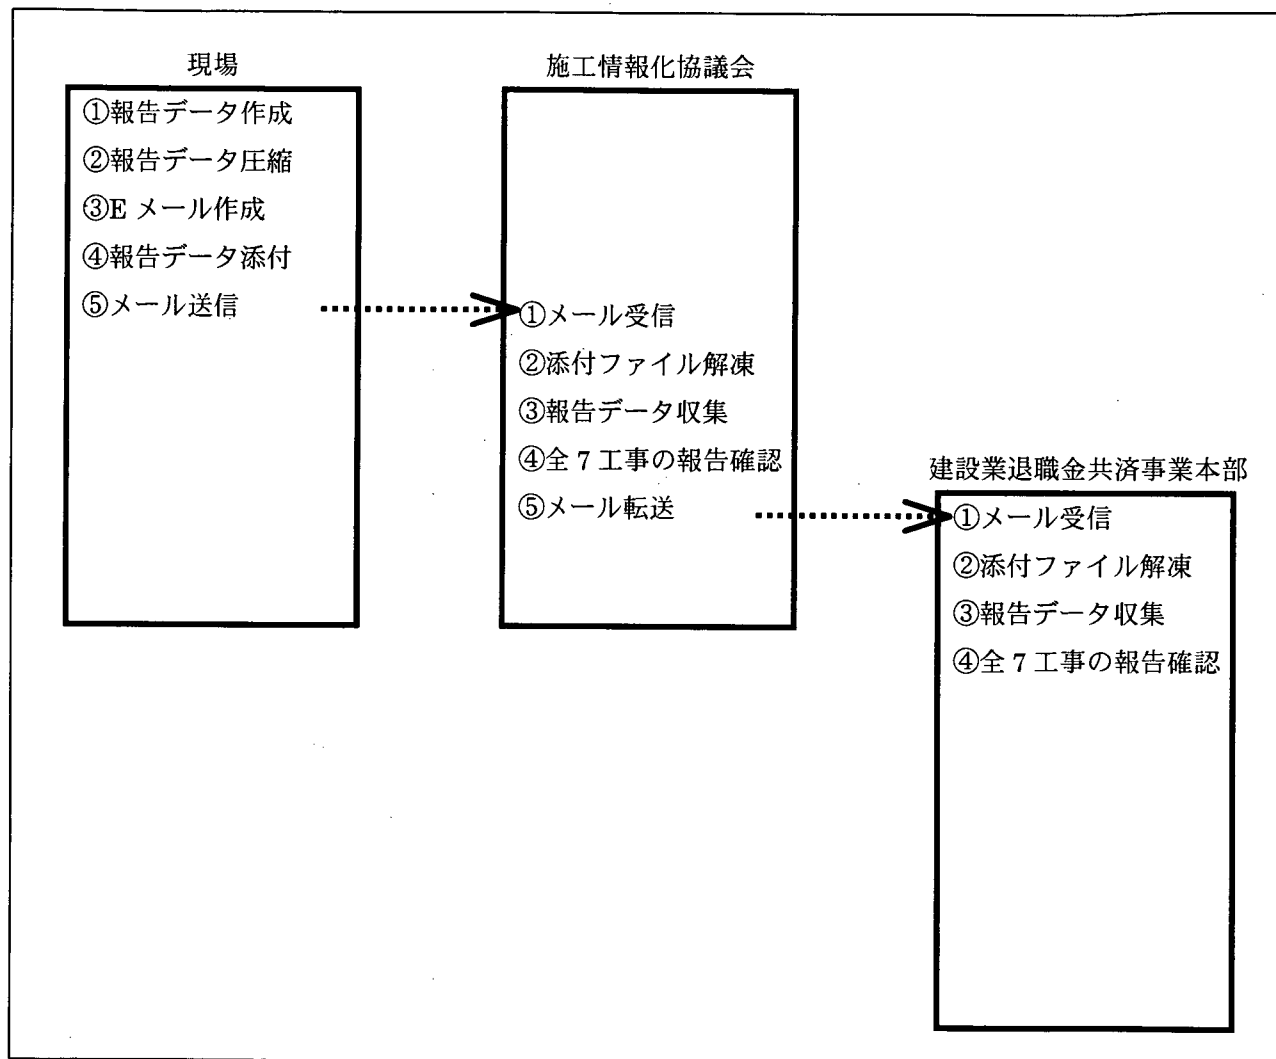

図 3-4 建設 IC カードの証紙ポイント報告の流れ
(2) 証紙ポイント報告フロー
現場は、システムで自動的に作成される証紙ポイント報告ファイルを E メールの添付ファイルとして、施工情報化協議会へ送付した。図 3.4 は現場で作成された報告データが建設業退職金共済事業本部に報告されるまでの流れを示したものである。流れの中の手順は、全て人が操作する手順である。付録⑧に報告データの内容を示す。